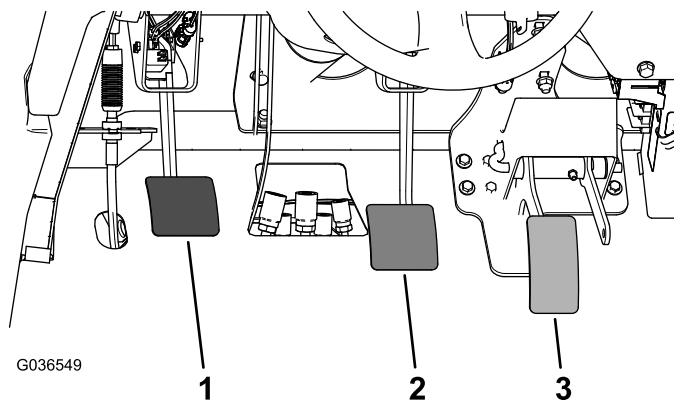

**Figure 58**
1. Retirez la goupille fendue et l'axe de chape qui fixent la chape du maître-cylindre au pivot de la pédale de frein (Figure 58).